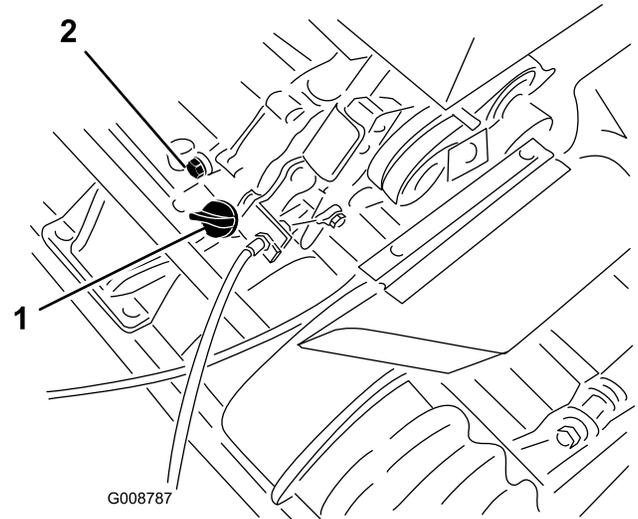

Figura 22
1. Coloque la máquina con el motor nivelado, y limpie la zona alrededor del indicador del nivel de aceite (Figura 22).
2. Coloque un recipiente debajo del tapón de vaciado, en la parte trasera de la máquina (Figura 22).